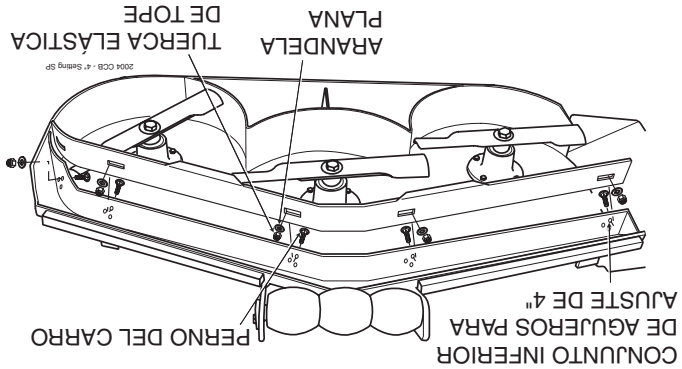

Figura 6-11. Posición del deflector de corte personalizado de 4"
- C. Posición 4" (ajuste de fábrica) - el deflector se instala usando el conjunto inferior de agujeros en el deflector frontal soldado dentro de la plataforma de corte. (Vea la Figura 6.11). La colocación del deflector en el ajuste de 4" mejorará el corte en otoño (recogida de hojas) y reducirá los "soplos" en la plataforma de corte.